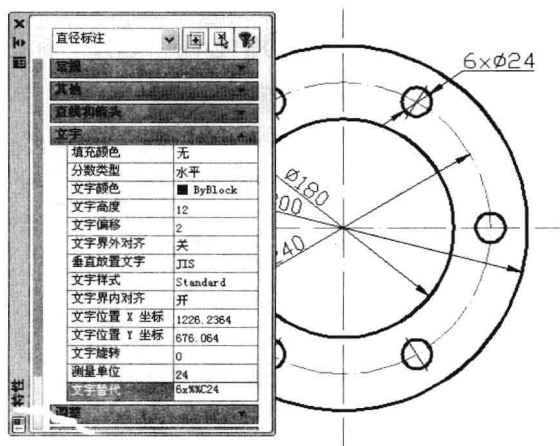

图 7-4-2
(2) 双击标注对象“24”，打开“特性”选项板，在文字替代右侧输入“6 × %%C24”，按 Enter 键，修改完成。按 Esc 键，取消选择操作，如图 7-4-2 所示。由于图形中的孔定位和分布情况已明确，因此省略了“EQS”字样及其角度标注。